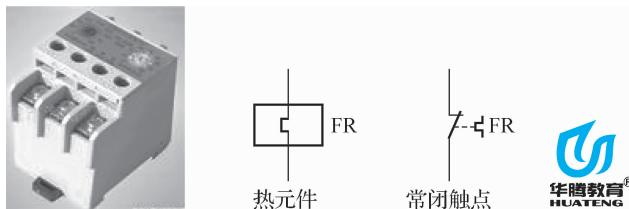

图 1-16 热继电器及其符号
(1) 结构。热继电器由热元件、双金属片和触点及动作机构等部分组成。
(2) 符号。热继电器及其符号如图 1-16 所示。